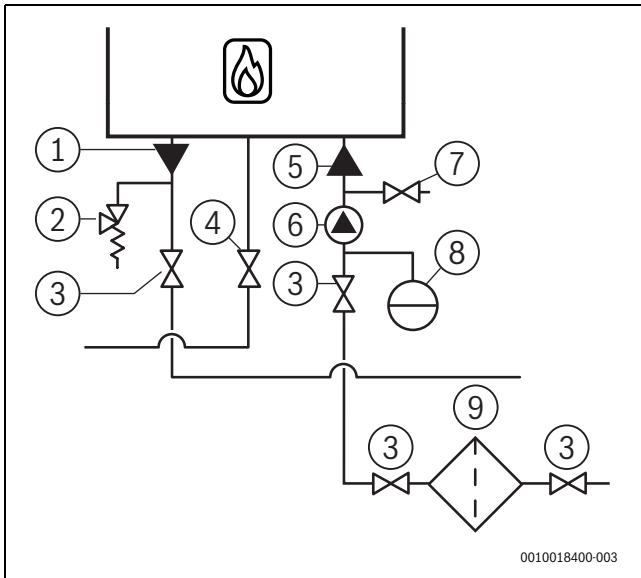

Bild 18 Anschluss Heizwasserleitungen
- ▶ Sowohl den Anschluss des Ausdehnungsgefäßes als auch das Sicherheitsventil direkt unter dem Kessel und oberhalb der Serviceventile montieren. (→ Abb. 18, S. 18).
- ▶ In der Vor- und in der Rücklaufleitung ein Serviceventil montieren (→ Abb. 18, S. 18).